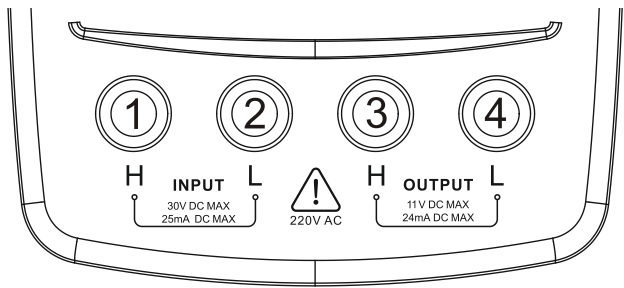

图 1 输出和测量插孔
测试表笔的插孔见图 1，具体功能说明见表 2。
如使用测量端进行信号测量时，接图 1 中的插孔①、②，此时便可将测试表笔插入该插孔。
如使用输出端进行信号输出时，接图 1 中的插孔③、④，此时便可将测试表笔插入该插孔。
- (1) 按图 1 连接测试表笔。
- (2) 按右侧 **信号** 键切换信号类型（V、mV、mA）。
- (3) 按数字键输入需要输出的值，然后按 **确认**。
- (4) 按 **输出** 键，LCD 屏幕中【SOURCE】由【OFF】变成【ON】，启动输出。